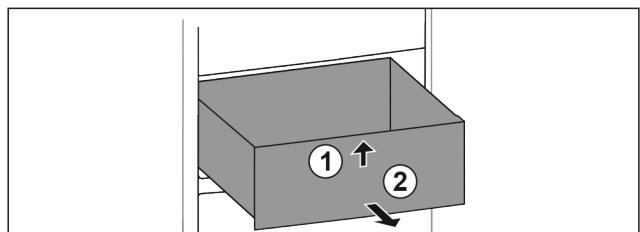

Fig. 75
- ▶ Levante el cajón por delante. Fig. 75 (1)
- ▶ Extraiga el cajón hacia adelante. Fig. 75 (2)